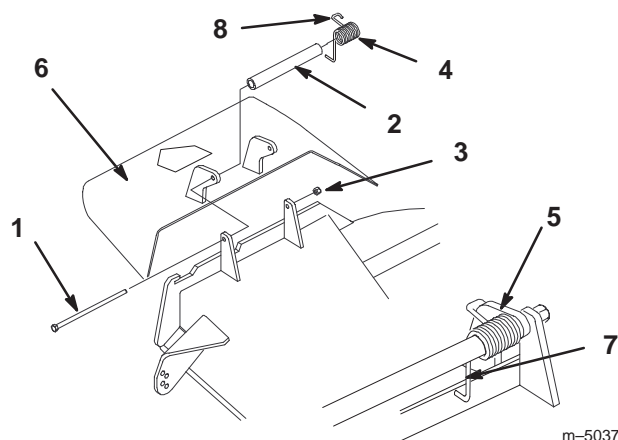

Figure 72
1. Retirez le contre-écrou, le boulon, le ressort et l'entretoise qui fixent le déflecteur aux supports de pivot (Fig. 72). Enlevez le déflecteur s'il est endommagé ou usé.
Remarque : Prenez soin de placer l'extrémité en **L** du ressort derrière le bord du plateau avant de mettre le boulon en place, comme indiqué à la Figure 72.
3. Remettez le boulon et l'écrou. Accrochez l'extrémité crochue en **J** du ressort au déflecteur d'herbe (Fig. 72).